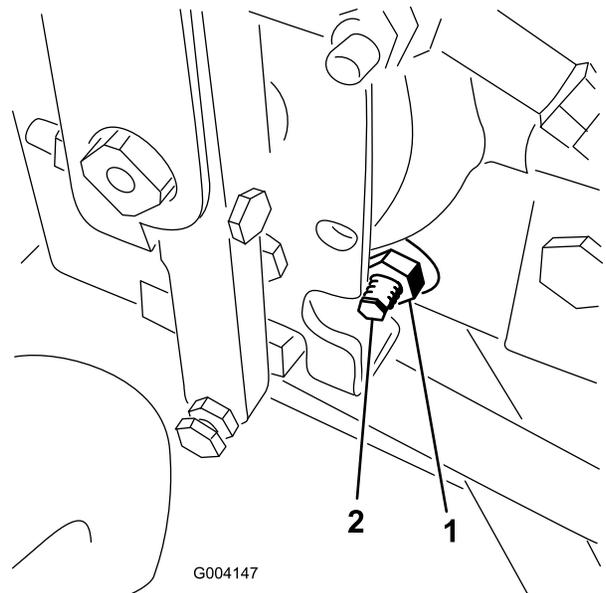

Figura 69
4. En el lado derecho del hidrostato, afloje la contratuerca de la leva de ajuste de tracción (Figura 69).